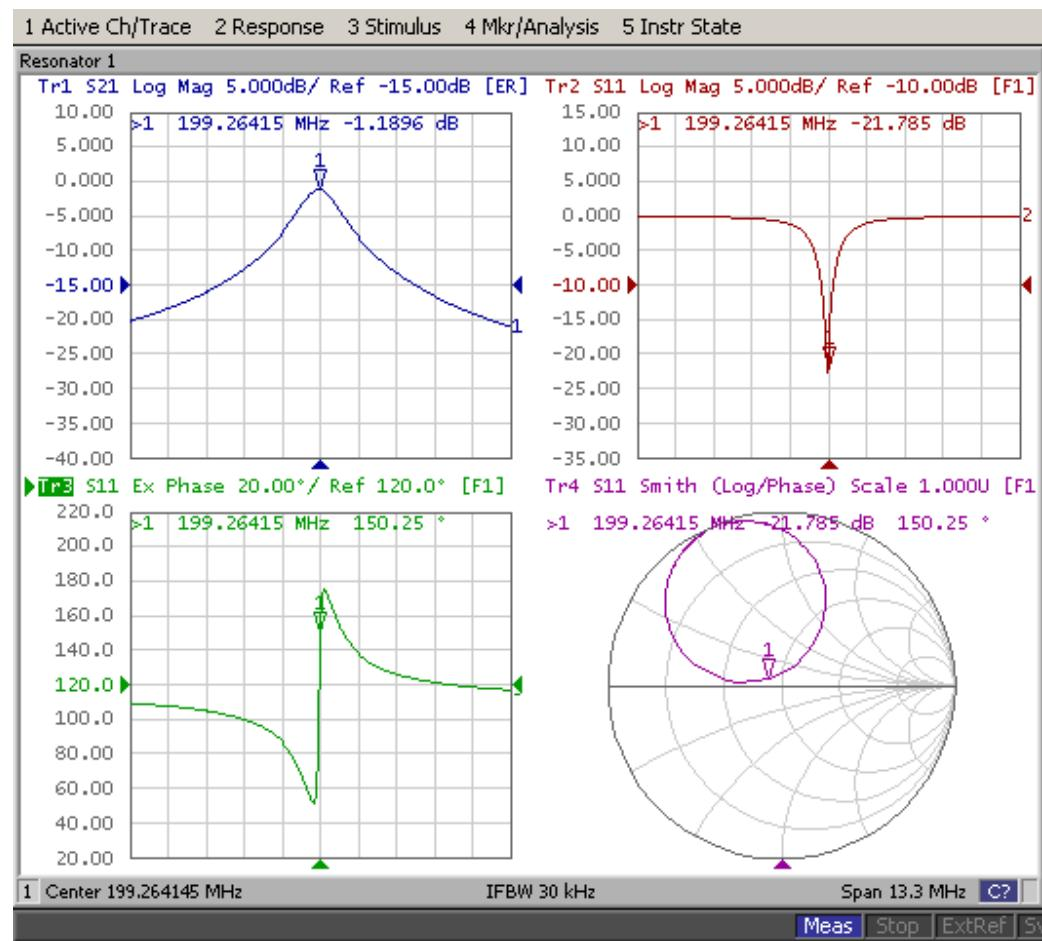
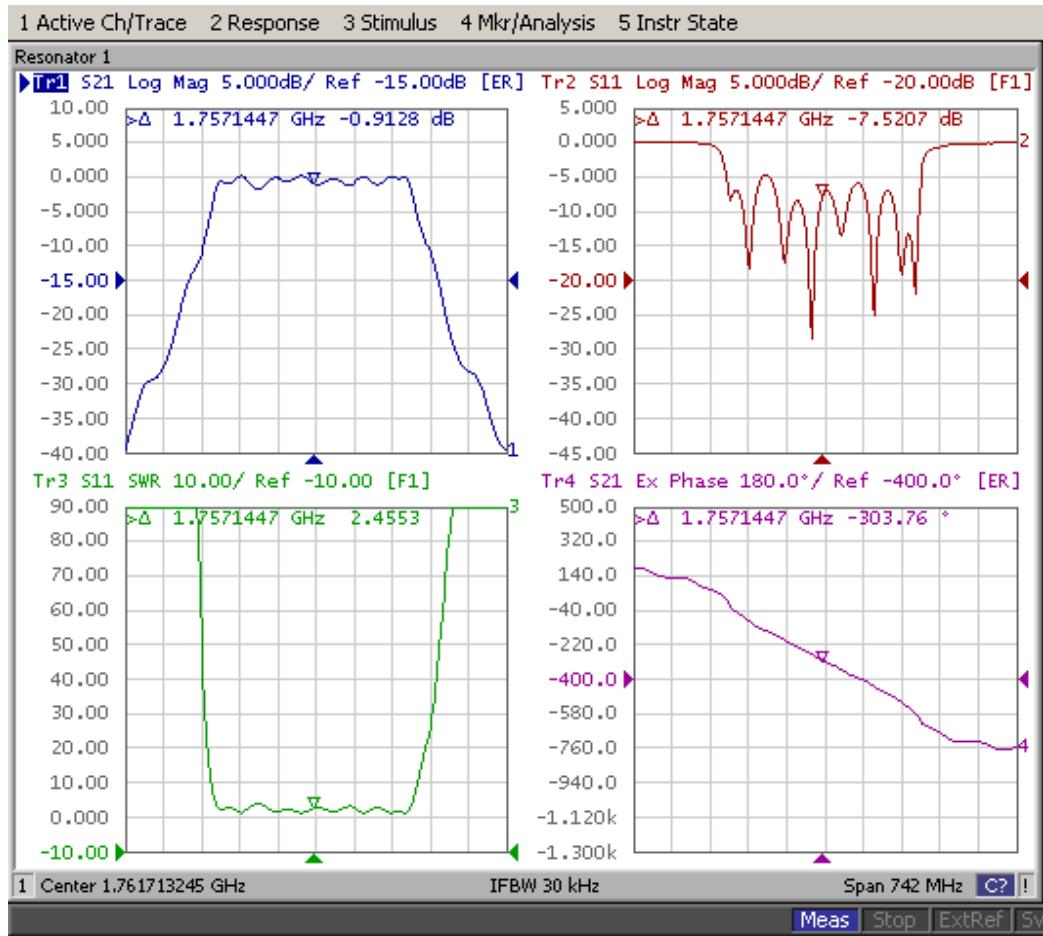

Рис. 1.3. Расположение графиков для резонатора
Рис. 1.4. Расположение графиков для полосового фильтра
13. Выведите в четырех окнах разные виды графиков, так, чтобы внешний вид окна программы соответствовал рис. 1.3 для резонатора и рис. 1.4 для полосового фильтра. Используйте пп. 1.4.1 и 1.4.2 РП.